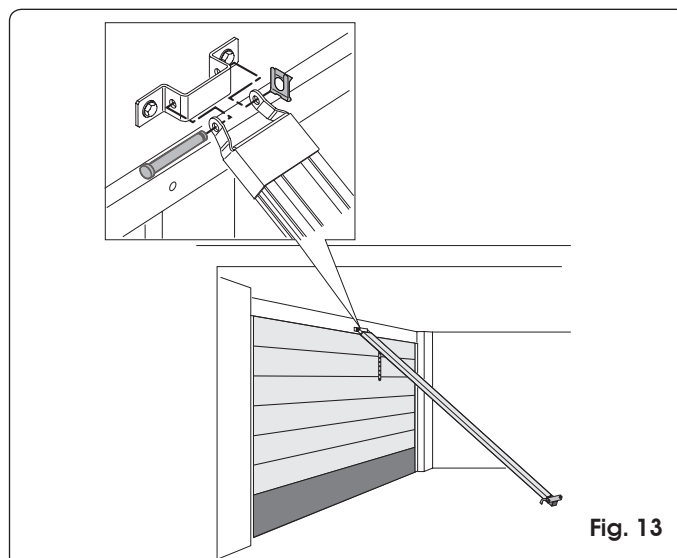

Fig. 13
- 7) Licht de rail op aan de bevestiging aan de voorkant en bevestig deze aan de bevestigingsbeugel met de schroef die er doorheen wordt gestoken, en de moer (Fig. 13).